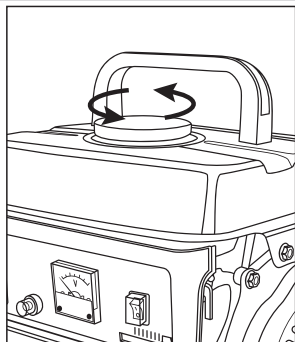
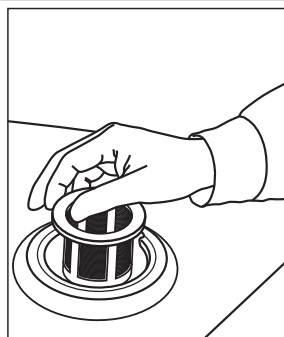

рис. 16
рис. 17
3. Откройте крышку топливного бака (рис. 16) и извлеките фильтр (рис. 17).